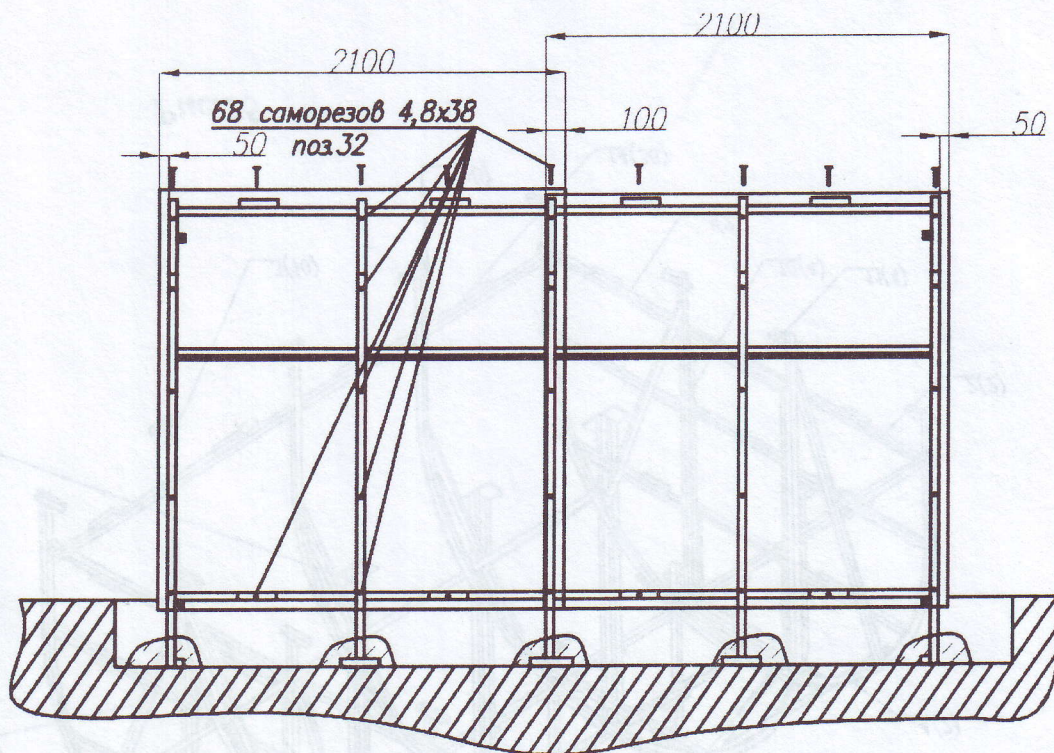

Рис.23
3.30. Возьмите лист поликарбоната размерами 2100x6000 мм, снимите защитную пленку (руководствуйтесь указаниями на стр. 1) и положите его на каркас согласно рис. 23 и 24. Выровняйте лист относительно земли и сделайте выпуск покрытия на 50 мм наружу относительно торцевой дуги, образовав при этом козырек. Закрепите поликарбонат саморезами, как показано на рисунках. Излишки покрытия углубите в траншеи и присыпьте грунтом.